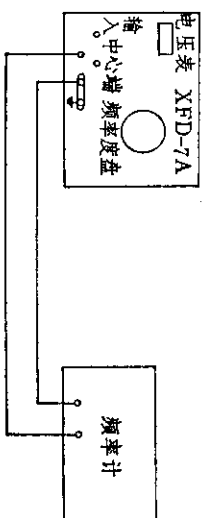

图 1
- 7 按图1连接仪器。
- 11 仪器开机预热半小时后进行检定。仪器连接同图1。将XFD-7A频率调至1千赫、100千赫，每隔10分钟用频率计测一次输出频率，共测一小时，依次测得 $f_1, f_2, \dots, f_7$ ，共七个频率值，记入表格2。
- 13 接线同图1检定频率微调误差。先将“频率微调”旋钮指“0”位，然后调节频率度盘，使频率计显示某一被检频率值（如 f_0 为100赫或100千赫），然后“频率微调”旋钮依次旋至被检刻度上，由数字频率计测得微调后的实际频率值，记入表格3。